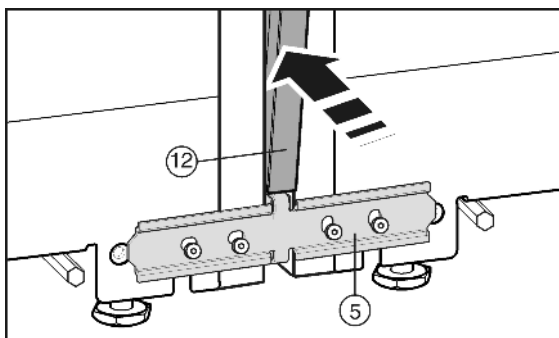

Fig. 9
Prije umetanja pokrivne letvice *Fig. 9 (12)* stisnite oba rebra skupa po čitavoj dužini. Letvica će se tako dati lakše ugurati u procjep. Za utiskivanje upotrijebite mekanu krpu, da se spriječi stvaranje udubina na površini pokrivne letvice. Letvicu pažljivo i ravno utiskujte u procjep, da se postigne optimalan spoj.
- ▶ Na prednjoj strani u okomiti procjep pritisnite dugačku pokrivnu letvicu *Fig. 9 (12)*. Pazite na to da letvica stoji na spojnom limu *Fig. 9 (5)*.